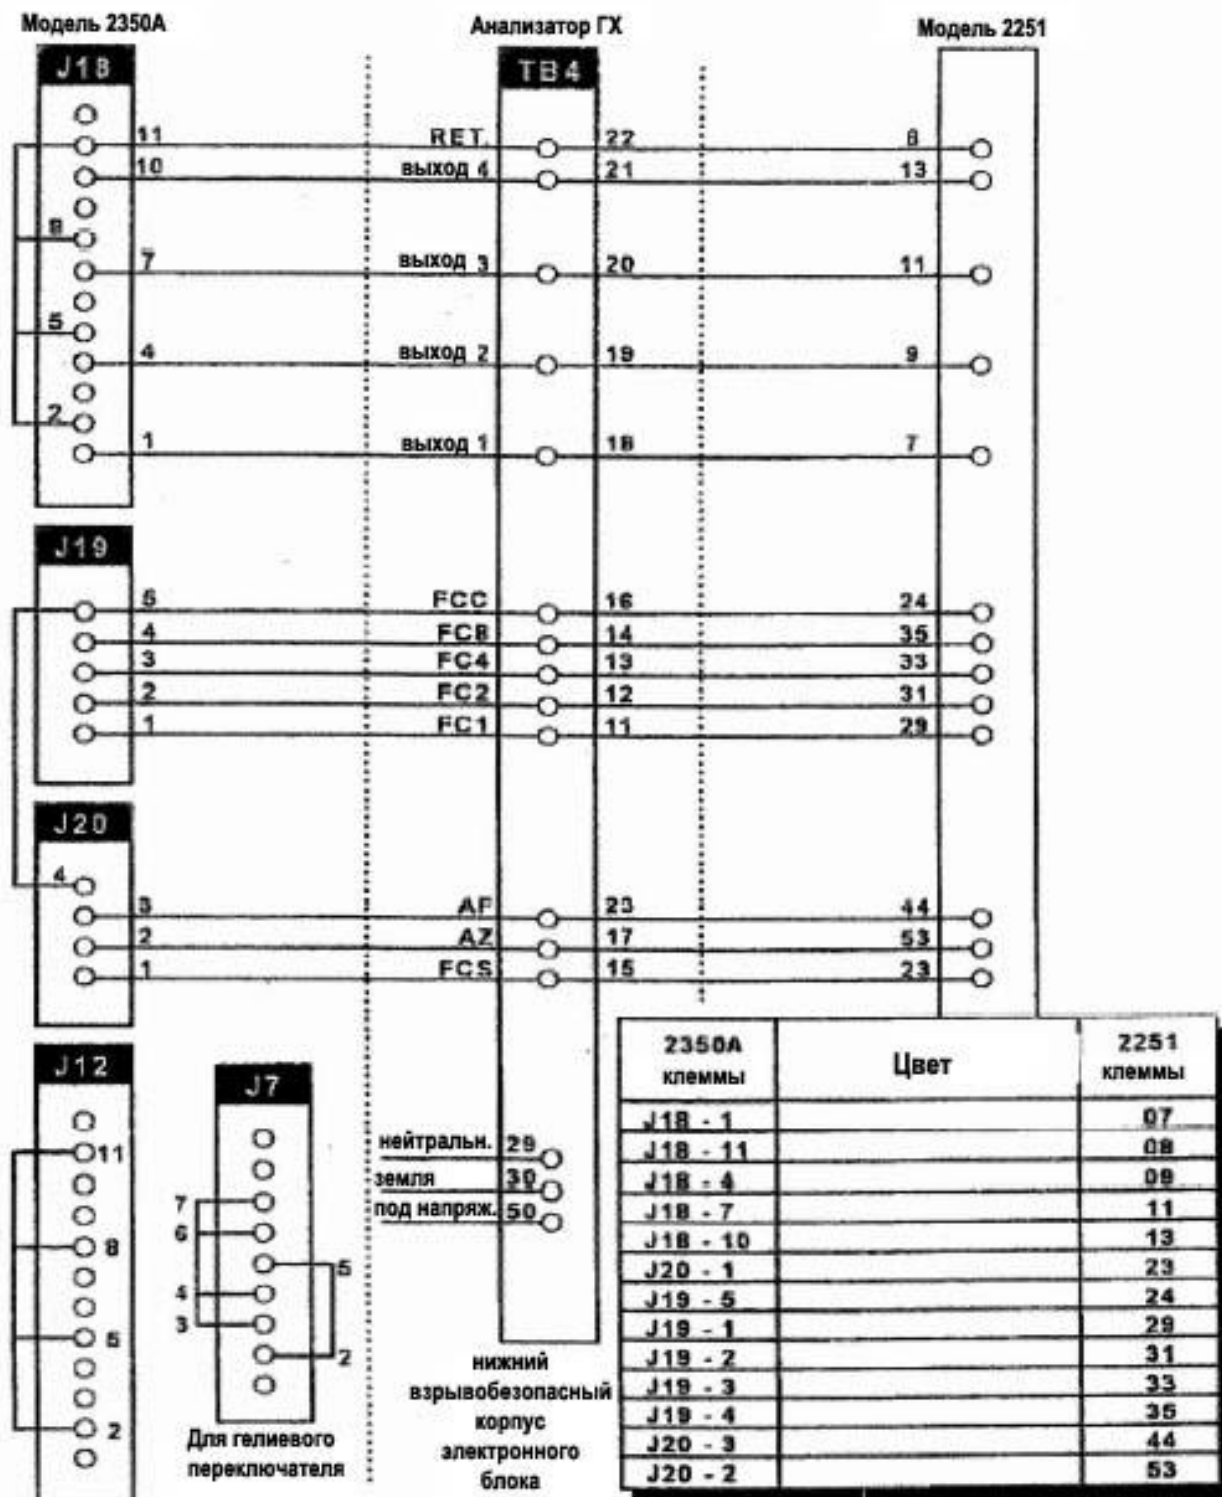

Рисунок F-1. Руководство по монтажу при замене контроллера ГХ Daniel модели 2251 на модель 2350A
- (1) Определить местонахождение двухпроводного соединительного кабеля, который проходит от контроллера 2251 к анализатору. На клеммах кабеля на контроллере 2251 сделать отметку каждого отдельного соединения провода и цвета провода:
- (а) Отметить цвета каждого отдельного соединительного провода, заполнив таблицу цветов в руководстве по монтажу на следующей странице (смотри рисунок F-1 "Руководство по монтажу при замене контроллера GX Daniel модели 2251 на модель 2350A").